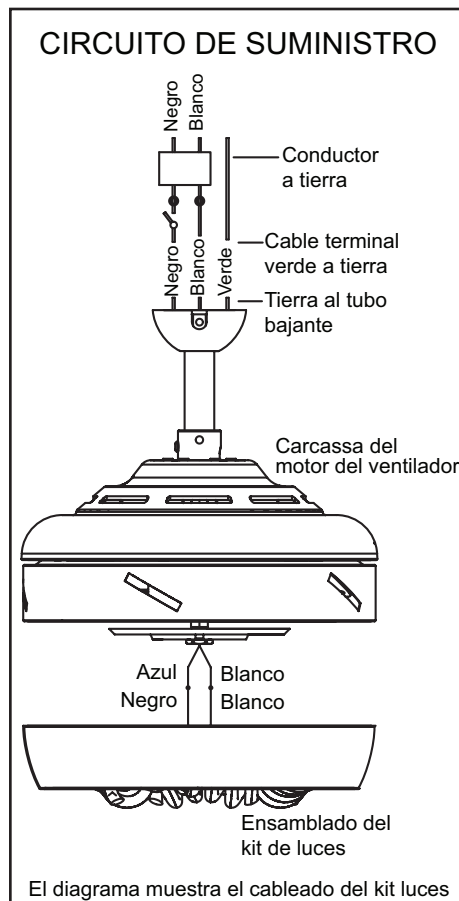

Figura 13
Paso 1 Conecta el cable de alimentación (negro) del ventilador al cable de suministro negro de la casa como se muestra en la Figura 13.